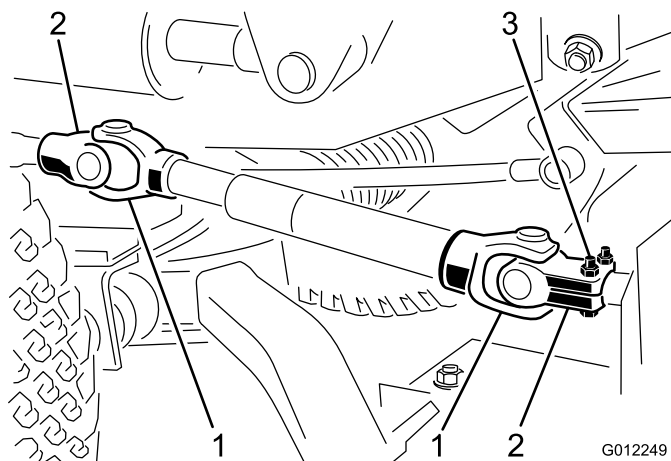

図 8
1. ヨークの穴をギアボックスの入力シャフトの穴に合わせる。ヨークをシャフトに入れ、ロールピンとキャップスクリュー (5/16 x 1-3/4 インチ) 2本とロックナット (5/16 インチ) で固定する (図 8)。